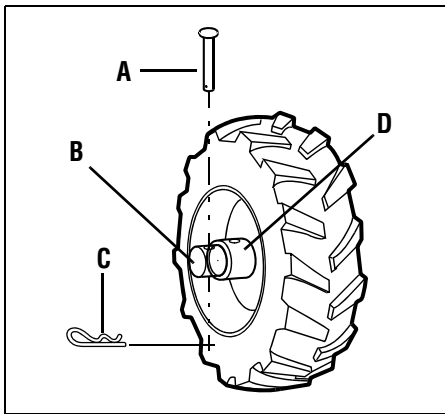

Figura 3-3: Posición RUEDAS LIBRES.
5. PARA EL MODO DE RUEDAS LIBRES (Figure 3-3): Deslice la rueda hacia adentro e inserte el pasador de horquilla (A, Figura 3-3) ajustado por el pasador de chaveta (C) únicamente a través del orificio del eje de la rueda (B). Repita con la otra rueda y luego retire el soporte que está debajo de la transmisión.